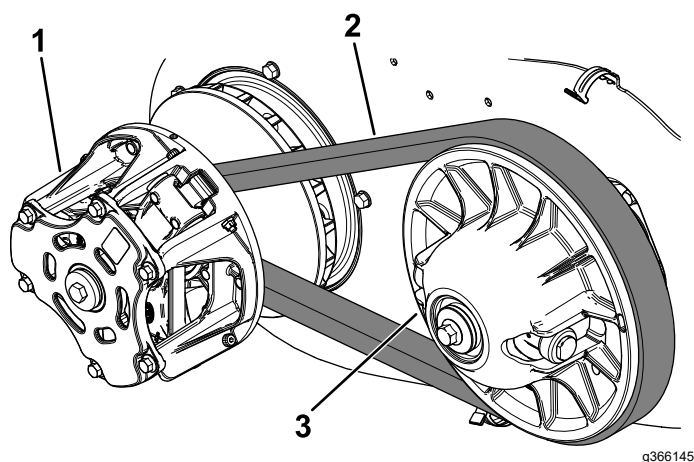
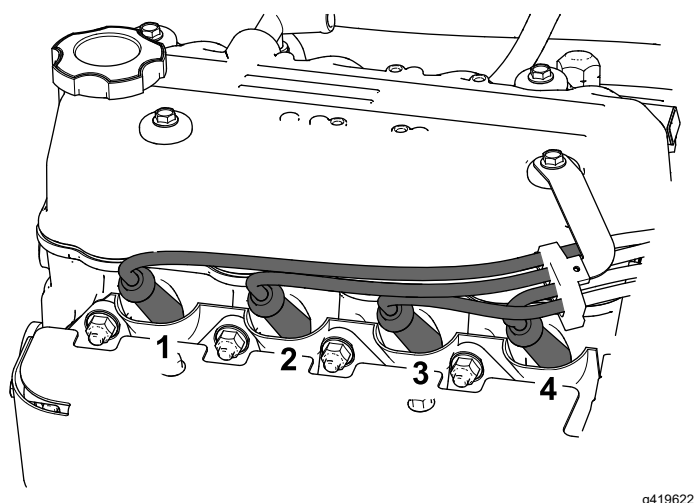

Figura 69
Figura 70
4. Haga rotar el embrague primario (Figura 69) hasta que la válvula de escape del cilindro 1 (Figura 70) esté totalmente abierta.
1. Haga rotar el embrague primario (Figura 69) hasta que la válvula de admisión del cilindro 1 (Figura 70) esté totalmente abierta.